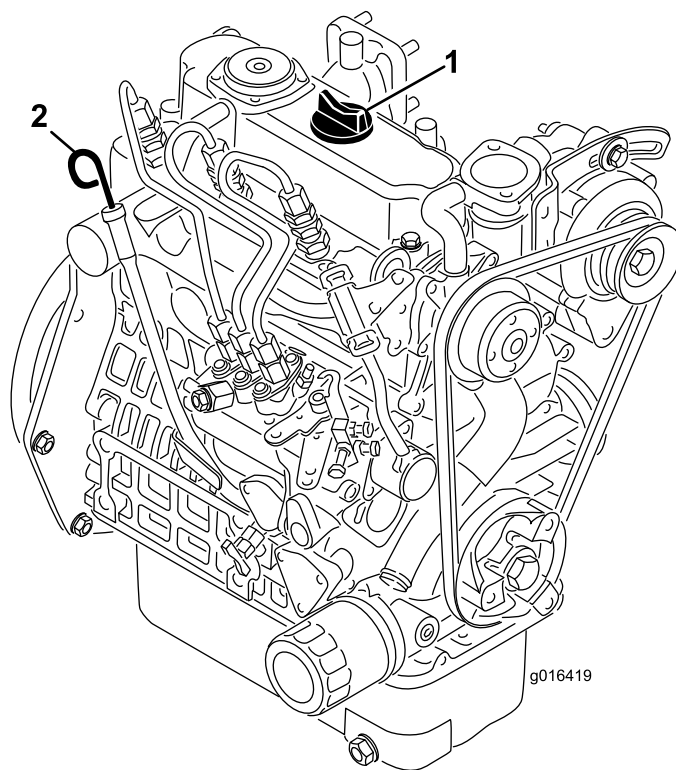

図 23
2. ディップスティックを抜き、ウェスで一度きれいに拭く(図 23)。ディップスティックを、首の根元までもう一度しっかりと差し込む。首から引き抜いて油量を点検する。油量が足りなければ、バルブ・カバーについている補給口のキャップを取り、ディップスティックの FULLマークまで **ゆっくり**と 補給する。補給するときは、ディップスティックで確認しながら少量ずつ入れてください。**入れすぎないこと。**